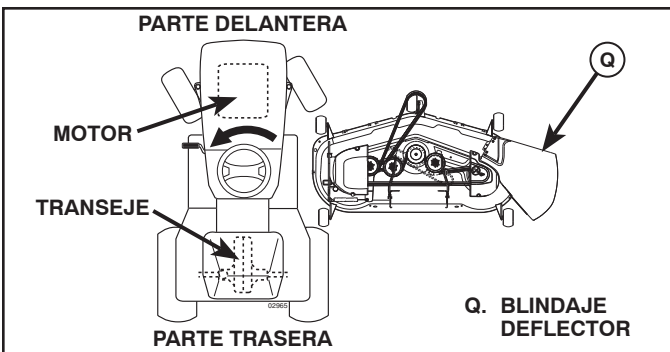

Fig. 6
**3. GIRE EL VOLANTE HACIA LA IZQUIERDA Y UBIQUE LA CORTADORA DE CÉSPED EN SU LUGAR (Vea Fig. 6)**
- Gire el volante completamente hacia la izquierda y ubique la cortadora de césped en el lado derecho del tractor con el blindaje deflector (Q) a la derecha.
## 9. INSTALE LA CORREA EN LA POLEA DEL EMBRAGUE DEL MOTOR (M) (Vea Fig. 6 & 15)
- Desenganche la varilla tensora de la correa (K) de la escuadra de bloqueo (L).
- Instale la correa en la polea del embrague del motor (M)